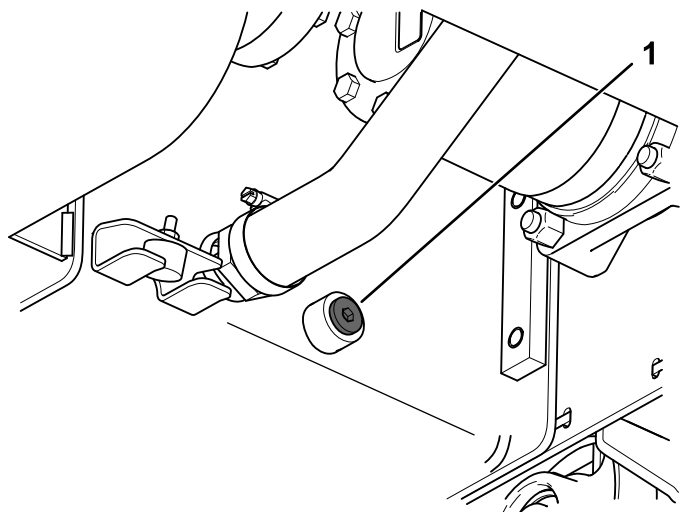

Рисунок 63
- Снимите сливную пробку и дайте гидравлической жидкости стечь в поддон (Рисунок 63).
- A. Отверните 2 болта и гайки, которые крепят стрелу к рычагу траншеекопателя (Рисунок 63).